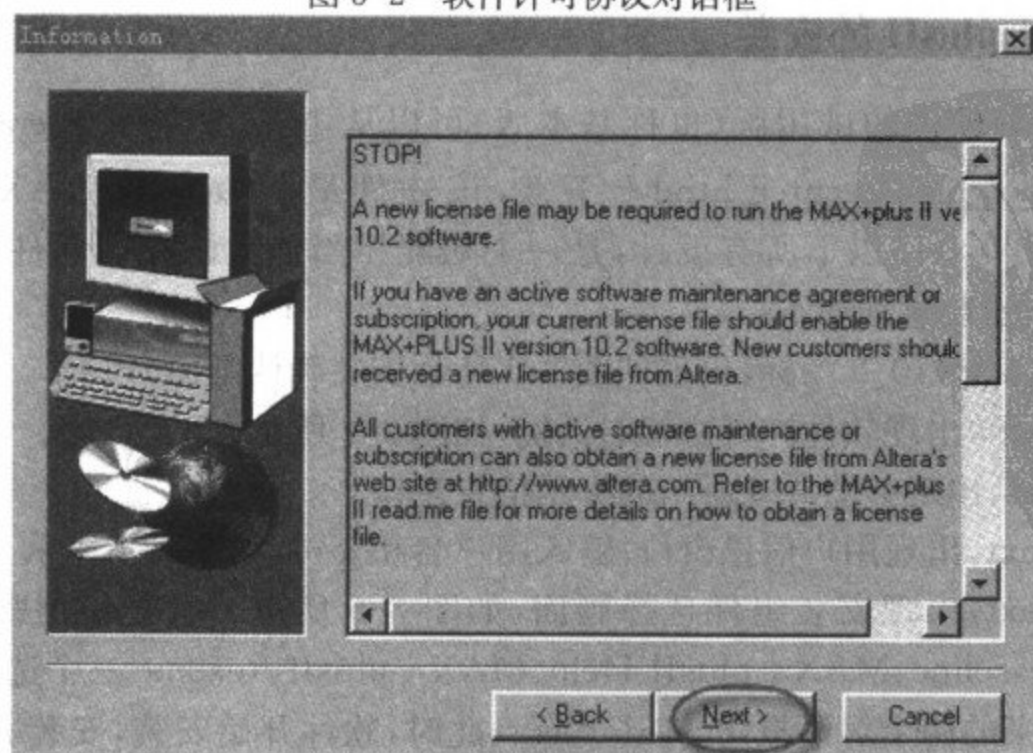

图 3-3 提示信息窗口
- (3)单击 Yes,出现如图 3-3 所示的提示信息窗口。